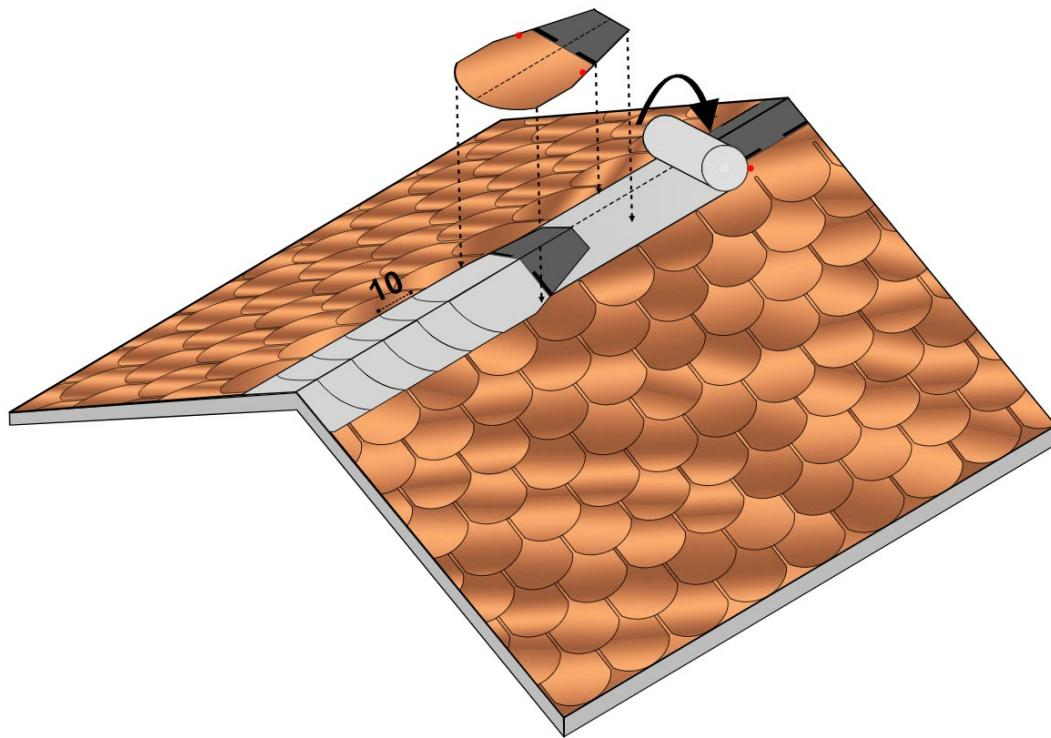

Fig. 12 - Posa elementi colmo
- Fissare il primo elemento colmo con 2 chiodi da almeno 32mm di lunghezza, un chiodo per ogni lato della falda - Fig. 12. Procedere con la posa degli altri elementi colmo in sequenza, lasciando una parte esposta di 10cm tra un elemento colmo e quello successivo.